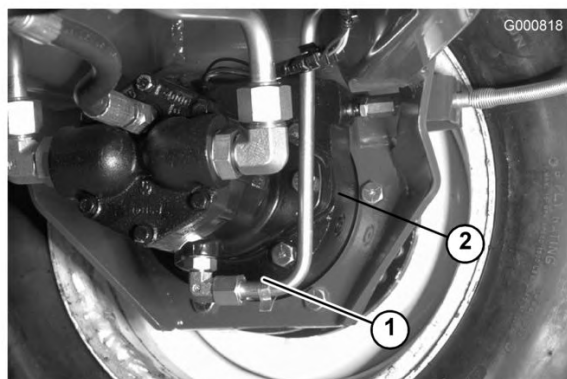

図 66
2. プラネタリ・ギアについているプラグ (図 65) と、ブレーキの裏側についているプラグ (図 66) を外す。